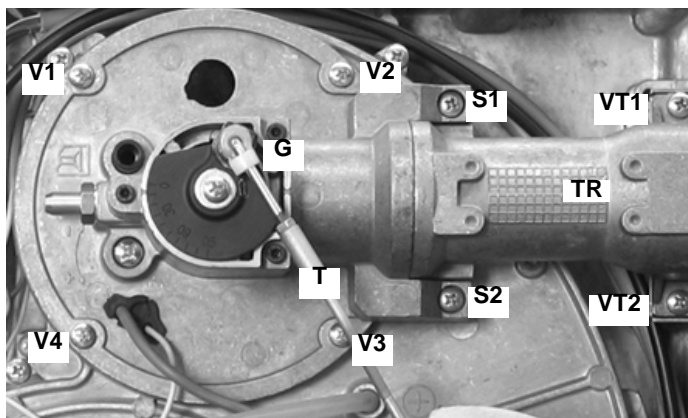

Рис. 21
- 1 Освободить стержень **T** (Рис. 21) и вынуть его из ложа наружу.
- 2 Снять винты **V1**, **V2**, **V3**, **V4**, **VT1** и **VT2** (Рис. 21).